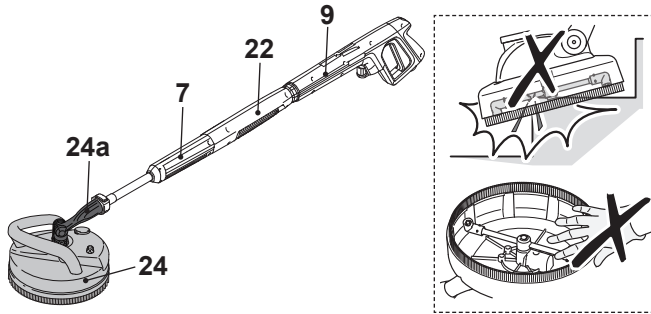

Fig. 12
4. Montați în siguranță lanca de extindere scurtă (22) prin rotirea manșonului (22b) în sensul acelor de ceasornic (pasul 3).
5. Aliniați și introduceți limbile (7a) de la lanca de extindere (7) în canelurile portului de conectare scurt (22) al portului de conectare (pasul 4).
6. Potrivii cu siguranță lanca de extindere (7) rotind-o în sensul acelor de ceasornic pentru a o bloca în poziție (pasul 5). Asigurați-vă că săgeata de pe lanca de extindere scurtă se aliniază cu săgeata de pe lanca de extindere.
7. Atașați peria rotativă (24) în lanca de extindere (7) (Fig.12).